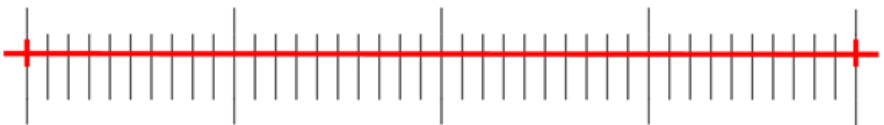

Figura 5-8
4. El alcance mínimo del micrómetro seleccionado es de 0,01 mm (10 micras). La figura 5-8 muestra la imagen bajo una lente objetivo de diez aumentos. En este momento, el "aumento" está ajustado a "10X", la "unidad" está marcada como " μm ", y la "longitud" está ajustada a "40".